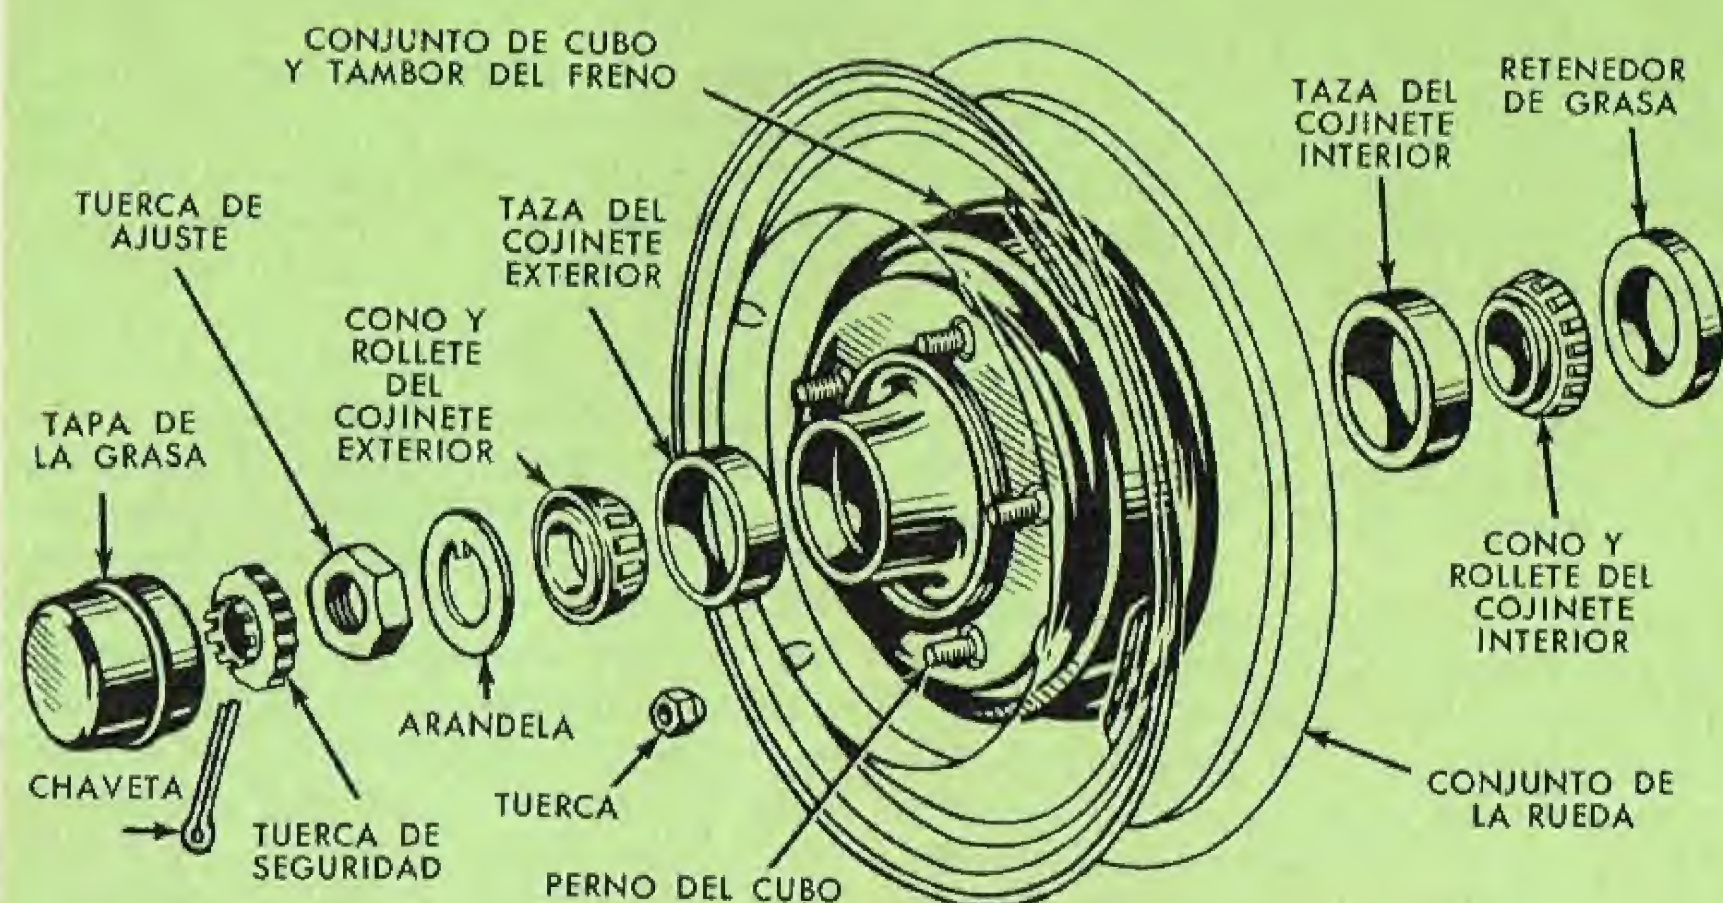

FIG. 1—
Cada una de las ruedas del frente y su neumático están unidos mediante pernos a su respectiva maza o cubo y tambor del freno o conjunto de rotación. Dos cojinetes opuestos y ahusados están instalados en cada maza. Hay un retenedor de grasa en el extremo interior del cubo para prevenir que aquella caiga sobre el tambor o el rotor. El conjunto se mantiene unido a su árbol por la tuerca de ajuste, la tuerca de seguridad y la claveta (Figs. 1 y 2). Las ruedas del frente giran libremente sobre sus respectivos ejes y son impulsadas por el movimiento del vehículo.
2. Quite la tapa del cubo o cubierta de la rueda y la tapa de la grasa (Fig. 1) del cubo.